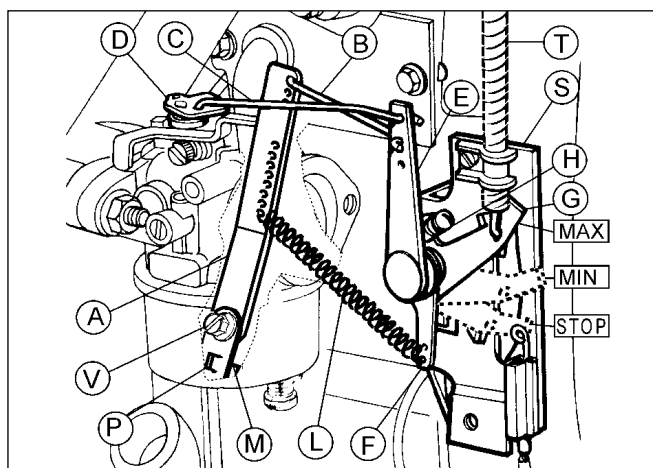

Abb. 10
a) BESCHREIBUNG UND EINSTELLUNG (Abb. 10)
c) DREHZAHLESTELLUNG (Abb. 10 und 11)
Es sind zwei Arten unterschiedlicher Stellorgane: für die Fern- sowie manuelle Betätigung anzutreffen. Fernbetätigte Fliehkraftregler besitzen eine Fliehkraftreglerplatte (S) und einen mittels eines Spannstücks befestigten Bowdenzug (Abb. 10).
e) EINSTELLEN DES FLIEHKRAFTREGLERS (Abb. 10)